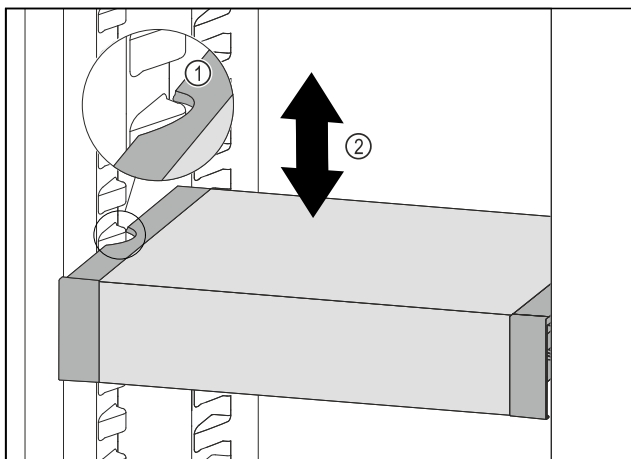

Fig. 180
- Trageți în față VarioSafe, până când degajările laterale ale VarioSafe se află la înălțimea nervurii recipientului din frigider. Fig. 180 (1)
- Mișcați în sus sau în jos VarioSafe în frigider, până când este atinsă înălțimea dorită. Fig. 180 (2)